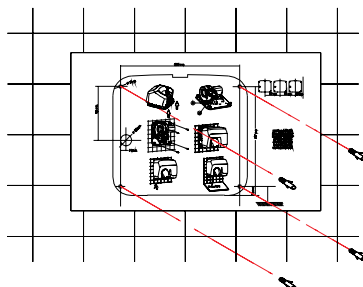

Рис. 6
1. - ПРОСВЕРЛИТЬ В СТЕНЕ 4 ОТВЕРСТИЯ С ВЕРЛОМ Ш 8 мм (Ш 0,31 ДЮЙМА), ИСПОЛЬЗУЯ ПРИЛАГАЕМЫЙ В КОМПЛЕКТЕ ПОСТАВКИ ШАБЛОН. ОЧИСТИТЬ ОТВЕРСТИЯ ОТ КРОШКИ И ПЫЛИ. ВСТАВИТЬ 4 ДЮБЕЛЯ, ПОСТАВЛЯЕМЫЕ ВМЕСТЕ С СУШИЛКОЙ, И ЗАГНАТЬ ИХ ДО УПОРА (СМ. РИС. 6).